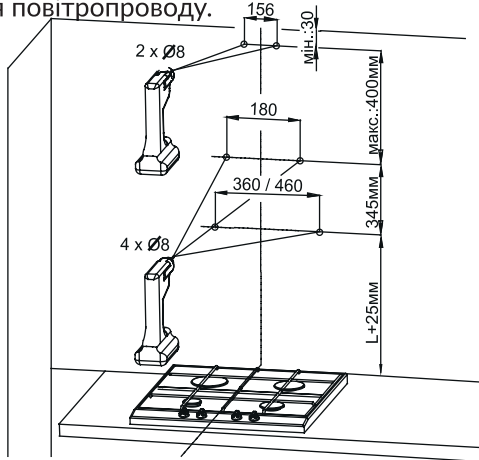

Рис. 3. Розмітка монтажних отворів
1. Визначте вісь плити та проєкуйте її на стіну, де буде встановлено витяжку. Позначте усі точки кріплення витяжки. Просвердліть необхідні отвори свердлом (Рис. 3).